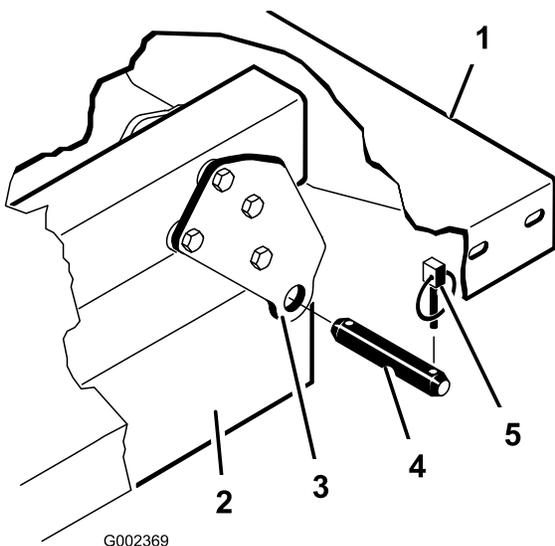

Figura 4
5. Retire os pinos de forquilha que prendem as extremidades da haste do cilindro nas placas de montagem da caixa empurrando os pinos para dentro (Figura 4).
6. Retire os pinos de sujeição e os passadores de forquilha que prendem os apoios articulados nos canais do chassis (Figura 4).